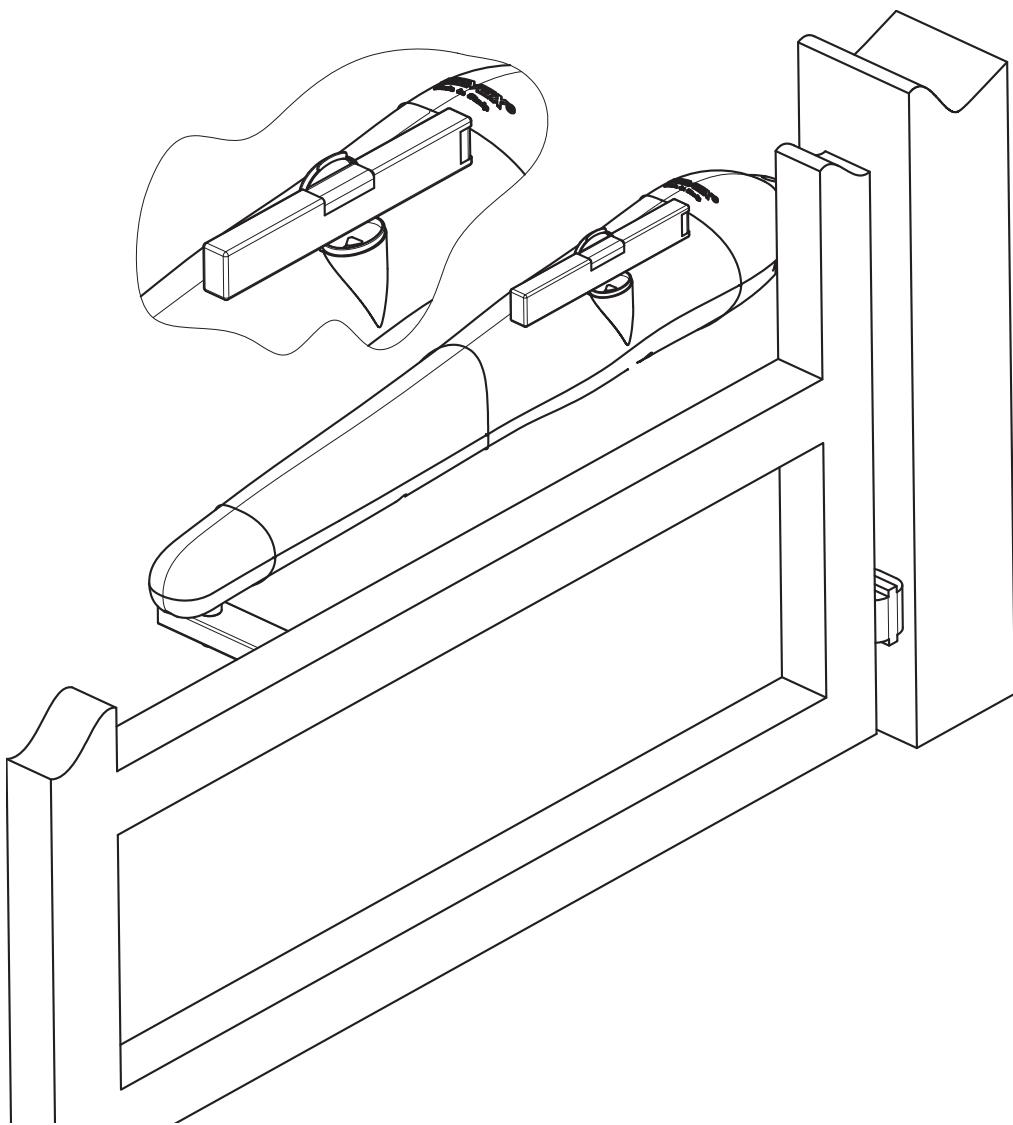

Fig. 6
- 5- A cancello chiuso dopo aver fissato l'attuatore, appoggiare la bolla sulla sede dello sblocco - Fig. 6, a tappo aperto, e mantenendo orizzontale l'automazione segnare i fori per la staffa 2 inserendo il perno nel foro 1. Il perno dovrà essere nella posizione più avanzata della barra filettata.